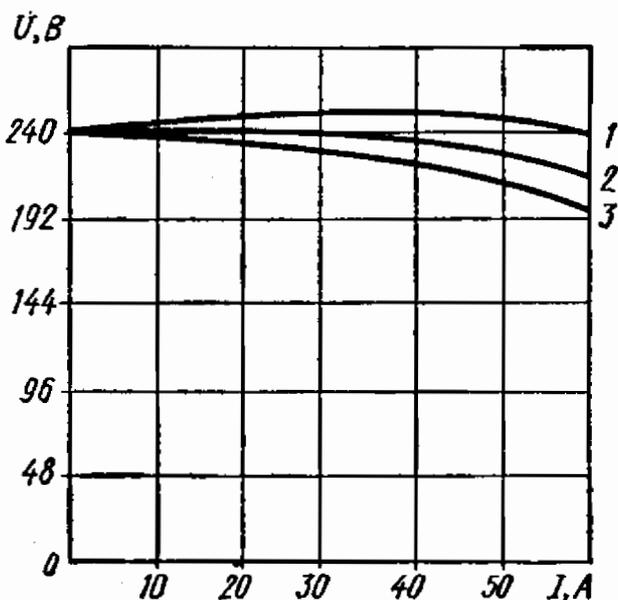

Рис. 2.7
2.7. К зажимам генератора постоянного тока, семейство вольт-амперных характеристик (в. а. х.) которого изображено на рис. 2.7, подключается батарея аккумуляторов ($E = 192$ В). В режиме 1 ток зарядки $I_1 = 55$ А. Определить токи зарядки в режимах 2 и 3 и $r_{вн}$ батареи.